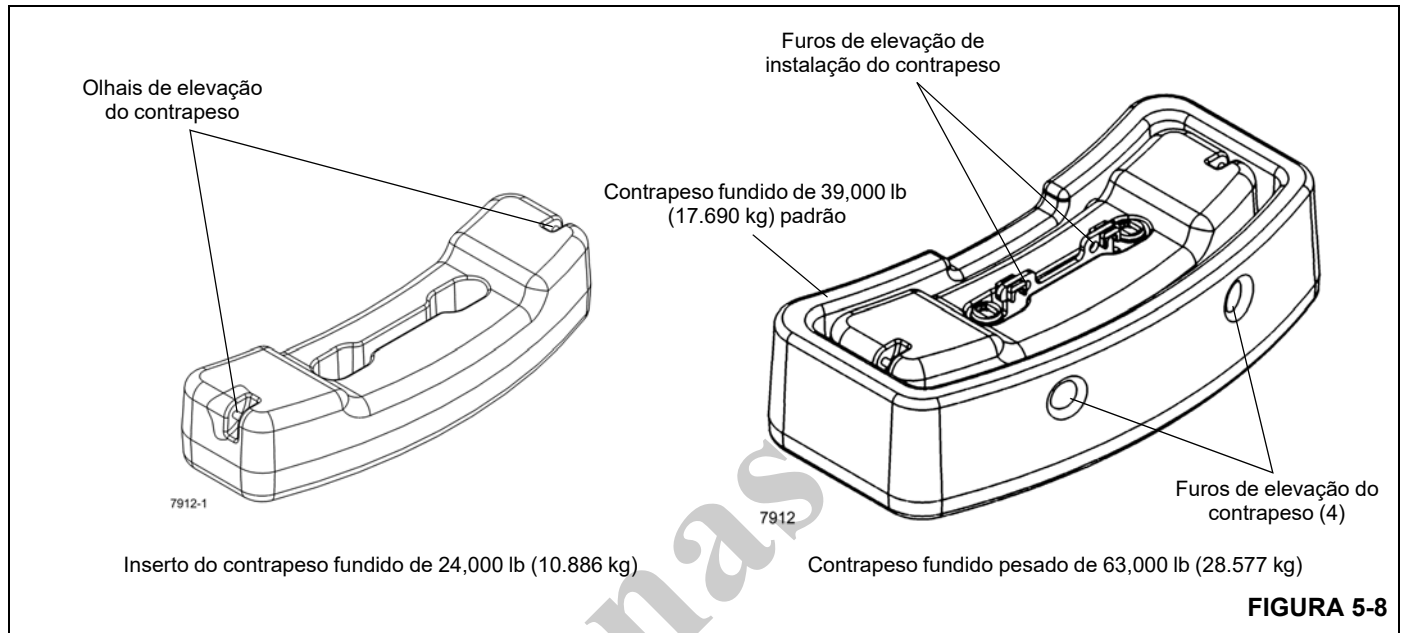

FIGURA 5-8
4. Conecte o conjunto de lingas ao contrapeso padrão usando os furos de elevação de instalação (Figura 5-7 e Figura 5-8).
1. Prenda o guindaste com três pernas de cabo (Figura 5-7 e Figura 5-8).
10. Conecte o conjunto de lingas ao contrapeso padrão usando os furos de elevação de instalação (Figura 5-7 e Figura 5-8).
6. Conecte o conjunto de lingas ao conjunto do contrapeso pesado usando os furos de elevação de instalação (Figura 5-7 e Figura 5-8).
- Prenda o guindaste com cinco pernas de cabo (Figura 5-7 e Figura 5-8).